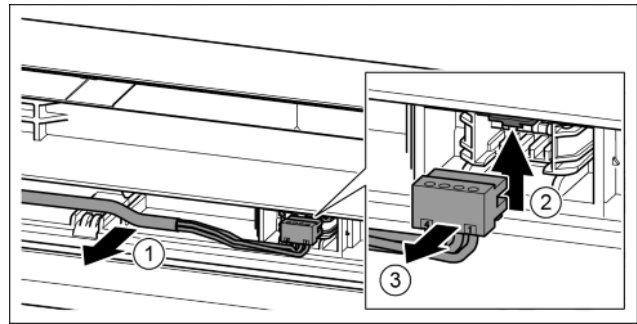

Fig. 21
- ▶ Sortir délicatement le câble gris du guide dans la porte. Fig. 21 (1)
- ▶ Pousser la languette vers le haut. Fig. 21 (2)
- ▶ Sortir délicatement le connecteur. Fig. 21 (3)